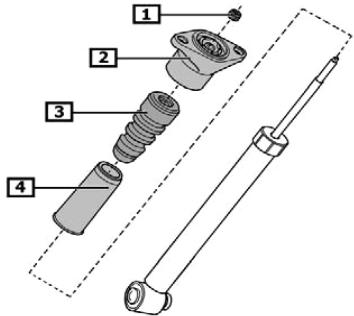

Fig. 10:
- **Fig. 10** Anbauteile (2, 3, 4) abnehmen.
- **Fig. 10** Remove add-on parts (2, 3, 4).
- **Fig. 10** Enlever les composants (2, 3, 4).
- **Fig. 10** Retirar las piezas adicionales (2, 3, 4).
- **Fig. 10** Dämpfer mit den Anbauteilen (2 - 4) bestücken.
- Mitgelieferte Kolbenstangenmutter (1) mit Spezialwerkzeug fest-schrauben (25 Nm).
- **Fig. 10** Assemble damper with add-on parts (2-4).
- Use a special tool to tighten the supplied piston rod nut (1) (25 Nm).
- **Fig. 10** Monter les composants (2 – 4) sur l'amortisseur.
- Visser solidement l'écrou de la tige de piston (1) joint à la commande avec un outil spécial (25 Nm).
- **Fig. 10** Equivar el amortiguador con las piezas adicionales (2 - 4).
- Apretar la tuerca del eje del amortiguador (1) suministrada con una herramienta especial (25 Nm).